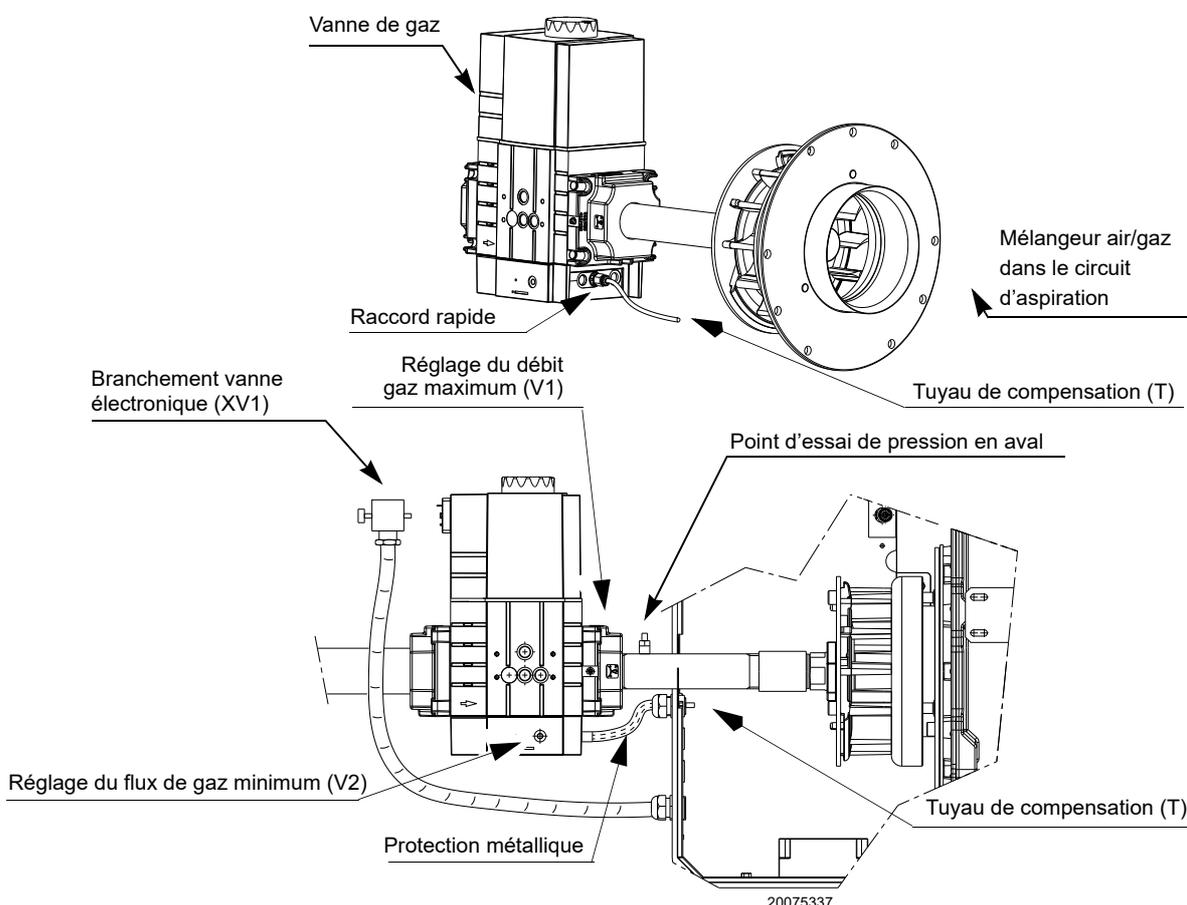

Fig. 17
- purger l'air du tuyau du gaz moyennant la vis sur la prise (Fig. 17 à la page 23);